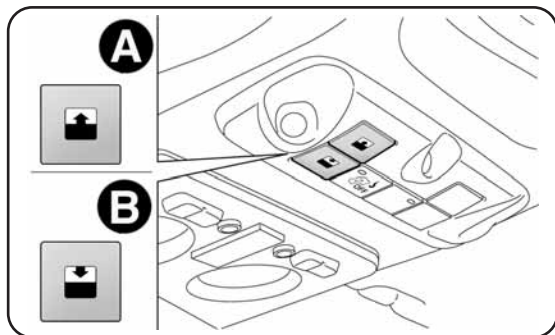

fig. 53
Le toit ouvrant s'actionne en appuyant sur les boutons A et B-fig. 53 situés sur la moulure à côté du plafonnier central.
Le bouton A-fig. 53 permet deux modalités d'ouverture du panneau vitré avant.
Pression prolongée du bouton A-fig. 53: le panneau vitré avant, qui était complètement fermé, se lève en position "becquet". Si l'on appuie à nouveau sur le bouton, le panneau coulisse vers l'arrière jusqu'à l'ouverture complète.
Pression courte sur le bouton A-fig.53: le panneau vitré avant, qui était complètement fermé, s'actionne et s'arrête lorsqu'on relâche le bouton. Dans ce cas, le panneau s'ouvre par impulsions sur le bouton. Cette fonction permet de placer le panneau avant sur des positions intermédiaires par rapport à celles obtenues en mode d'ouverture automatique.
Le bouton B-fig. 53 permet deux modalités de fermeture du panneau vitré avant.
Pression prolongée du bouton B-fig. 53 lorsque le toit est complètement ouvert: le panneau vitré avant se met en position "becquet". Si l'on appuie à nouveau sur le bouton, le panneau coulisse vers l'avant jusqu'à la fermeture complète.
Pression courte sur le bouton B-fig.53: le panneau vitré avant, qui était complètement ouvert, s'actionne et s'arrête lorsqu'on relâche le bouton. Dans ce cas, le panneau se ferme par impulsions sur le bouton.
**ATTENTION** Une pression continue du bouton B-fig.53 désactive le système anti-pincement.